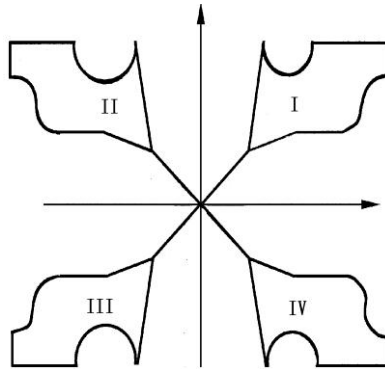

图 2.18 G13 指令应用
以上程序加工的图形中, 铣图 2.18 (I) 用程序段 N0020~N0110。用 G11 功能调程序段 N0020~N0110 铣图 2.18 (II), 用 G12 功能调程序段 N0020~N0110 铣图 2.18 (IV), 用 G13 功能调程序段 N0020~N0110 铣图 2.18 (III)。